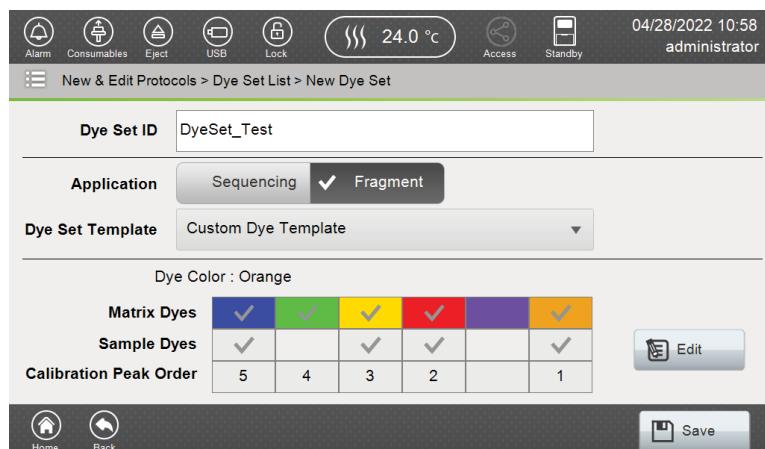

図 149 New Dye Set 画面の custom dye set の保存
9. 新しい Dye Set の画面には、カスタム dye set の重要な情報が反映されます。(図 149) **Save** を選びます。